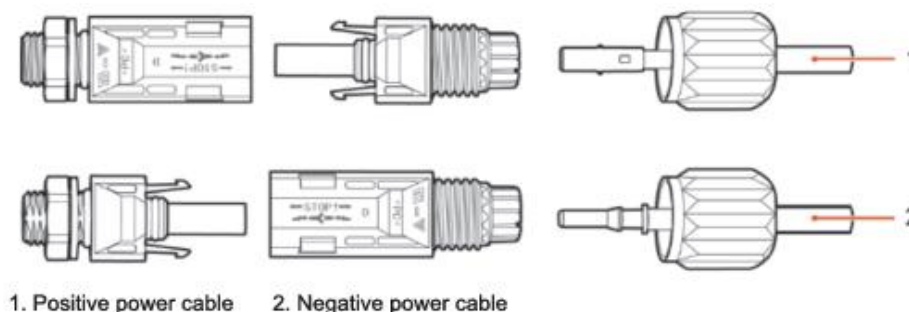

Figura 20 - Conexión de los cables de potencia CC en entrada (2)
- 4) Introducir los cables de alimentación positivos y negativos antes pelados en los terminales de metal positivo y negativo respectivamente, y crimparlos utilizando la herramienta adecuada. Asegurarse de que los cables queden fijados de modo que no puedan extraerse con una fuerza inferior a 400 N, como muestra la Figura 20